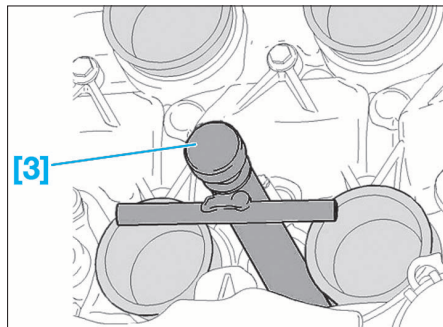

FIG. 64
- Poser ce dernier sur le joint (14) à extraire (Fig.64).